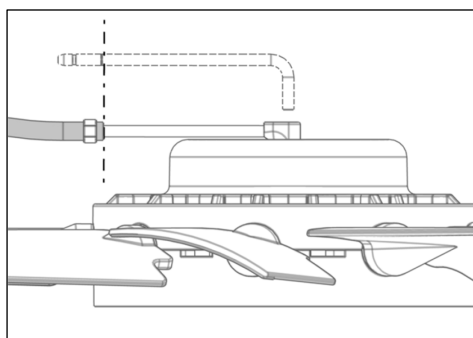

Bild 18
- 9) Dra tryckslangen över luftinsläppsröret fram till markeringen (25 mm / 0,984") (Bild 18).